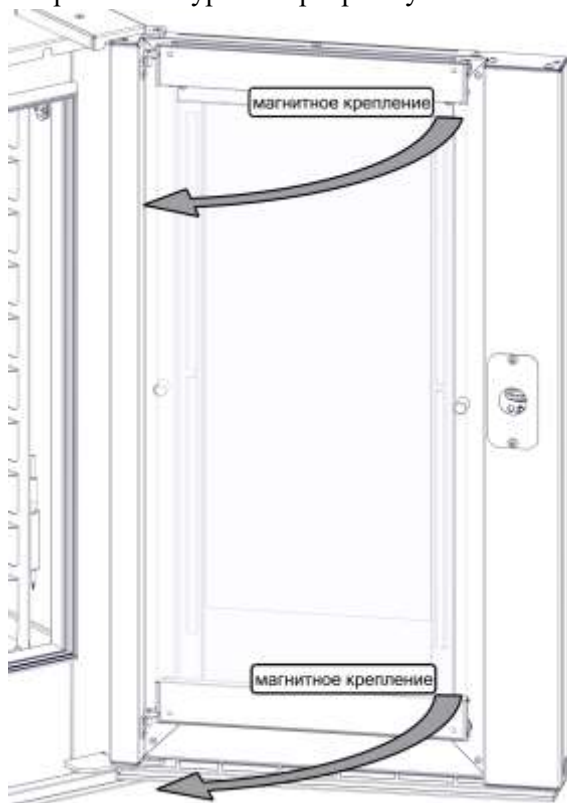

Рис. 32 – Открытие внутренних стёкол двери
9. для чистки стекла двери следует использовать хорошо впитывающую кухонную (промокательную) бумагу. Трудно удаляемые загрязнения отчищайте с помощью губки, смоченной в растворе моющего средства. Для открытия стёкол двери одновременно потяните за края стекла (рис. 32);